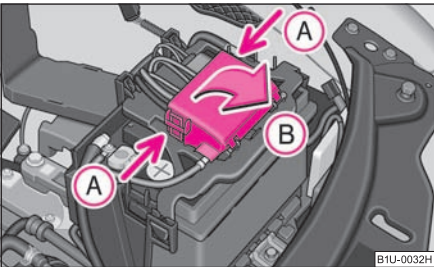

Fig. 170 Cubierto de batería en el vano motor
- Presionar al mismo tiempo los enclavamientos de la caja de fusibles en la dirección de la flecha A ⇒ fig. 170, retirar la cubierta sentido de la flecha B.